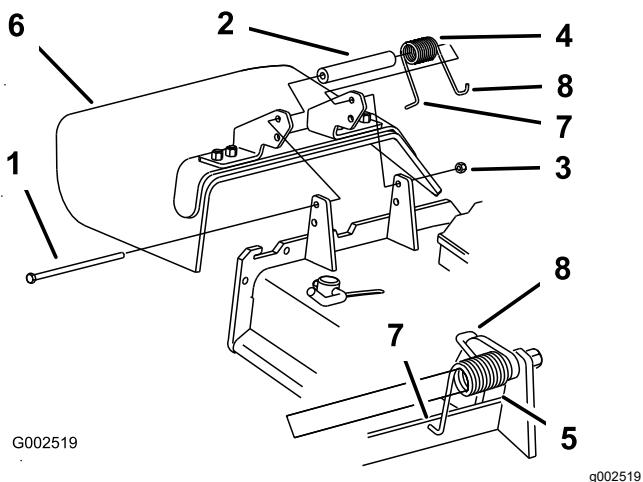

Figura 17
- Retire el conducto de descarga lateral de la carcasa de corte (Figura 17).